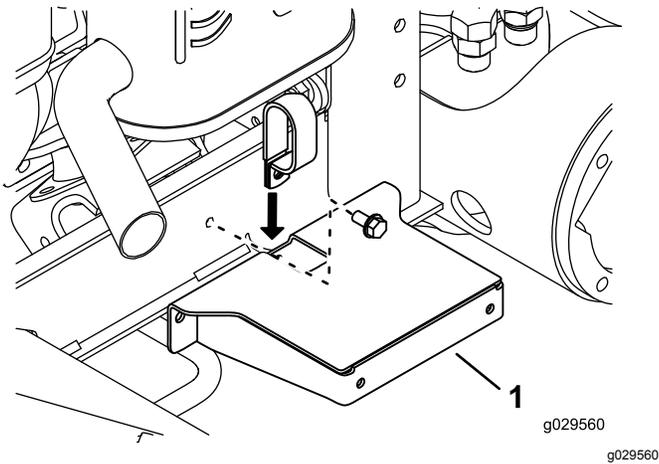

Figura 33
5. Inserite la parte inferiore della fascetta stringitubo nella fessura presente sulla parte superiore del supporto del parafrangente (Figura 33).
11. Montate, senza fissarli saldamente, la fascetta stringitubo e il supporto del parafrangente sul telaio con la fascetta stringitubo, il bullone e il dado (vedere Figura 33).